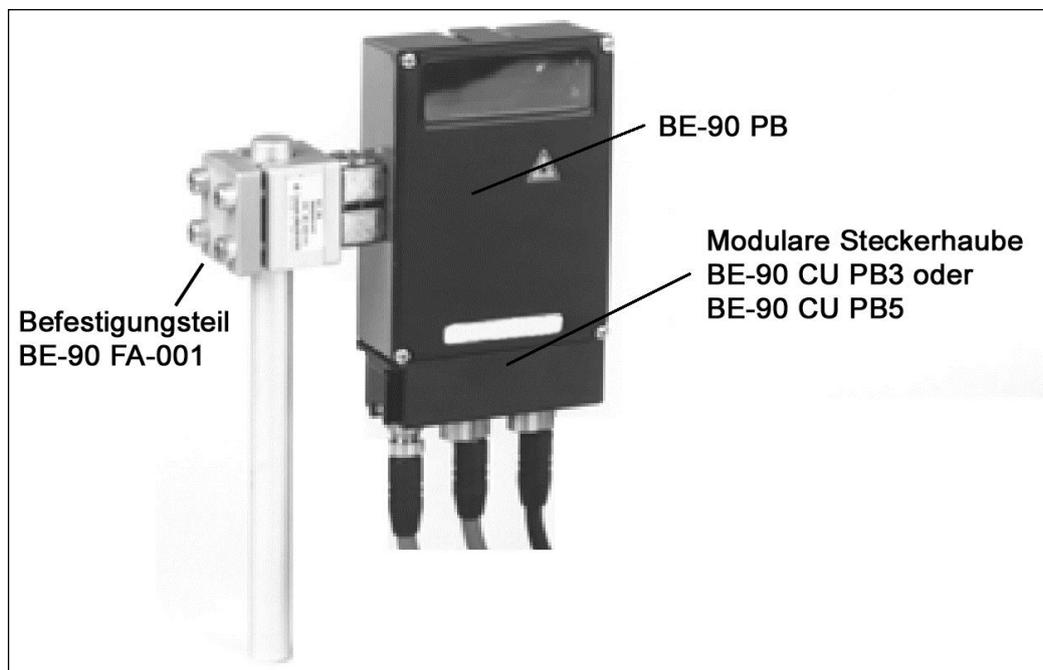

Abbildung 7-1: Befestigungsbeispiel BE-90 PB
- an den Schwalbenschwanz-Nuten unter Verwendung des entsprechenden Montagezubehörs (siehe Abbildung 7-1)